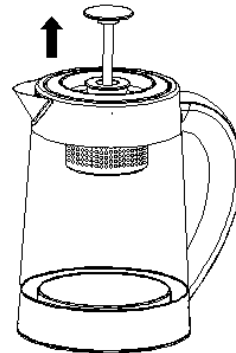

Fig. 8
2. Na het vullen met water de deksel goed sluiten; lift het theezakje omhoog (Fig. 8) nadat het deksel is bevestigd en de ketel stevig op de basis staat; Stop de stekker in het stopcontact en de zoemer zal twee keer zoemen, waarna alle indicators 1 seconde verlichten, de koker staat op standby indien geen temperatuur wordt geselecteerd.